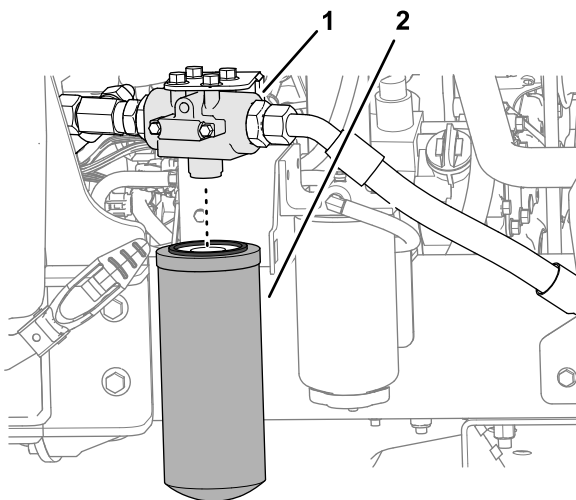

Bild 69
- Reinigen Sie auf der linken Seite der Maschine den Bereich um den Filterkopf und stellen Sie eine Auffangwanne unter den Filter (Bild 69).
- Entfernen Sie den Rücklauffilter (Bild 69).
- Montieren Sie den Filter am Filterkopf und ziehen Sie den Filter von Hand fest, bis die Dichtung die Montagefläche berührt, und drehen Sie ihn dann um eine weitere ½-Umdrehung weiter (Bild 69).